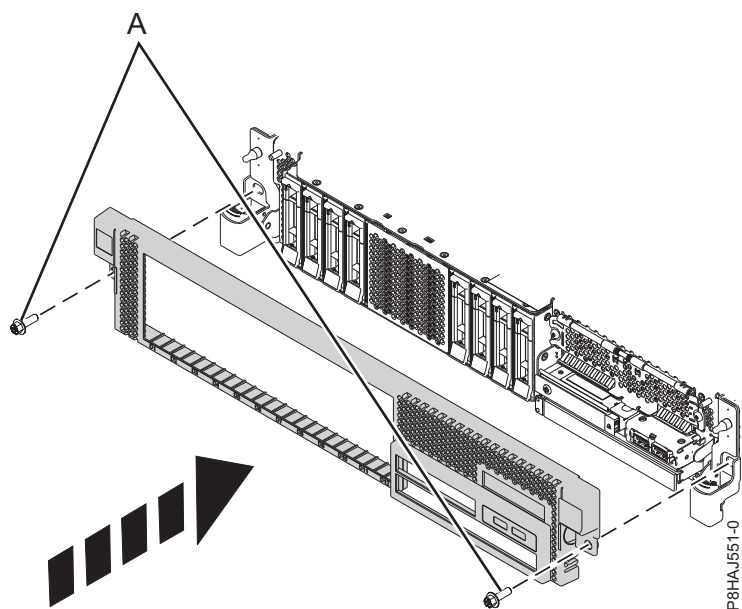

図 29. 前面カバーの取り付け
3. 50 ページの図 29 に示す方向にリリース・ラッチを押して、閉じます。 カチッという音がしてカバーが正しい位置に収まります。カバーにはより簡単につかむことができるくぼみがあります。
4. 配送用ねじ (A) を再取り付けします。